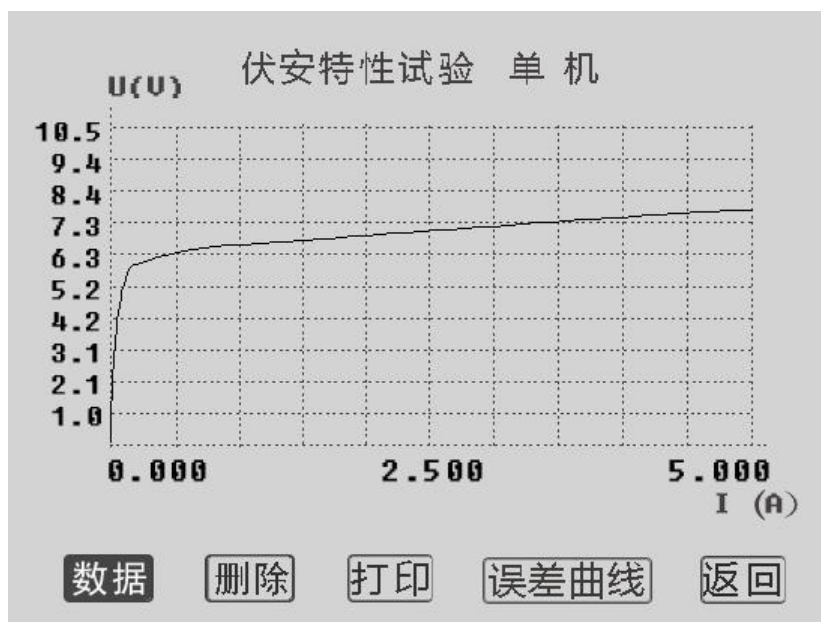

图 3.18 伏安特性历史数据
5. **查询**：选定数据后，通过旋转鼠标将光标移动至 **查询** 选项并按下，将弹出伏安特性测量历史数据操作界面（如图 3.18）。在伏安特性测量历史数据操作界面下，**删除** 选项可删除本组历史数据，**数据**、**打印**、**误差曲线** 选项的意义和操作跟伏安特性试验结果操作界面里面的对应选项相同，